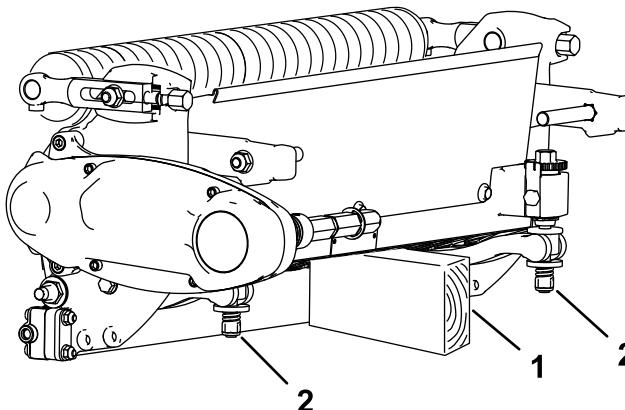

Bild 4
- Stützen Sie die Rückseite des von der Maschine abgebauten Mähwerks ab, um sicherzustellen, dass die Muttern der Einstellschrauben am hinteren Ende des Untermesserträgers nicht auf der Arbeitsfläche aufliegen (Bild 4).